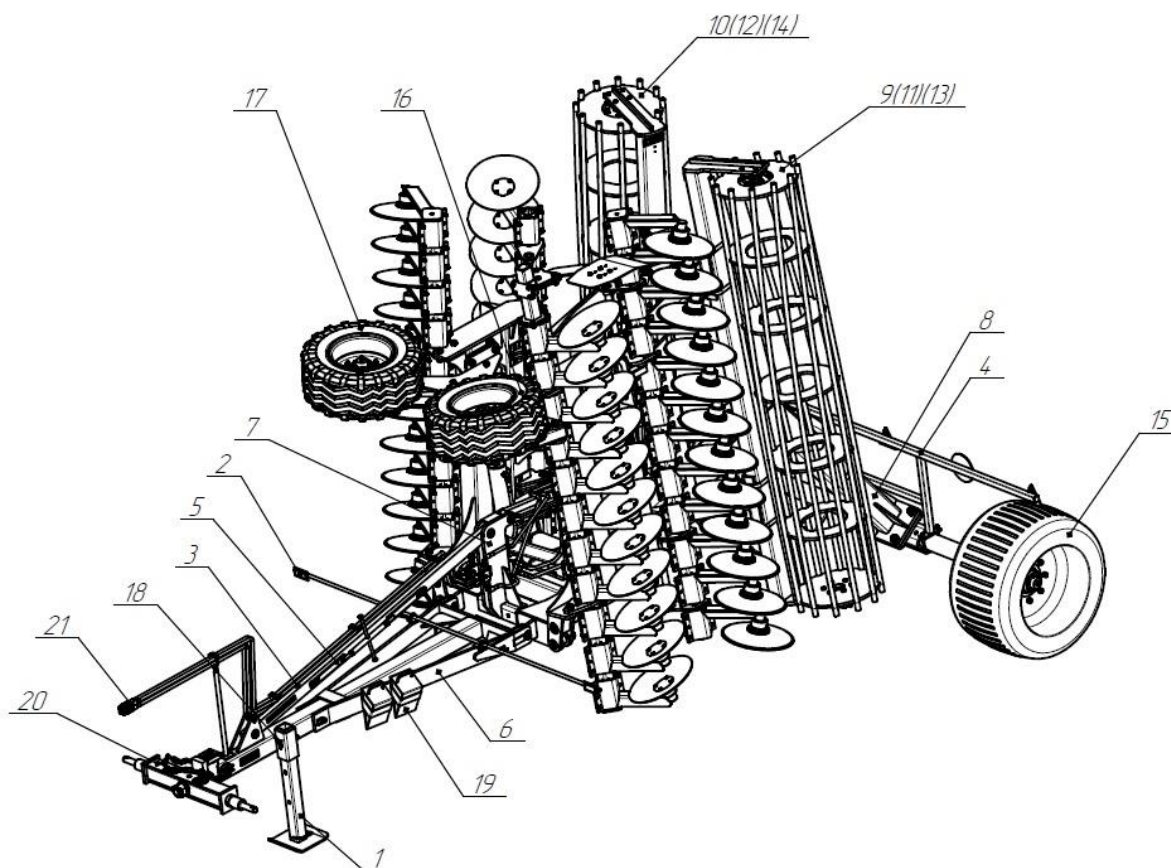

Рисунок 1 –Транспортное положение КДК-6М
Примечание – смотрите рис. 1.
2.3.1 Основными установочными и скрепляющими узлами агрегата являются балки 7 и 8 (см. рис. 1). Прицепное устройство (траверса 20) расположено в передней части остова 6. Сзади к балке 8 крепится шасси 15. На балку 7 навешиваются секции культиваторные 9 и 10 (11 и 12), (13 и 14). Секции культиваторные с помощью гидроцилиндров крыльев имеют возможность поворачиваться на $\approx 90^\circ$, выстраиваясь в прямую линию. Стойка 1 обеспечивает устойчивость агрегата в стояночном положении и удерживается на раме с помощью пальца 18. Стяжка 5 является дополнительным фиксирующим устройством, удерживающим секции культиваторные в транспортном положении. Гидроцилиндр шасси позволяет регулировать высоту подъема балки 8 относительно почвы.
- сложенное транспортное положение (рис. 1);
- снять стяжку 5, фиксирующую секции культиваторные и установить ее на держатели, находящиеся на стяжке 3 (рис. 1); зафиксировать шплинтами.
2.3.2.2 Складывание в транспортное положение (рисунок 1):
- зафиксировать секции стяжкой 5. Зафиксировать стяжку шплинтами (рисунок 1).
3.1.8 До начала движения КДК-6М необходимо проверить закреплены ли секции культиваторные стяжкой 5 (рис. 1), а сама стяжка должна быть закреплена шплинтами.
3.2.1 Подвести трактор задним ходом к траверсе 20 (рис. 1) и сцепить КДК-6М с трактором. Поднять стойку 1 вверх, зафиксировав ее пальцем 18.
4.1 Все работы по техническому обслуживанию КДК-6М необходимо производить в рабочем (разложенном) положении, на ровной площадке с установленными под колеса КДК-6М противооткатами 19 и установленной в стояночное положение стойкой 1 (рис. 1).